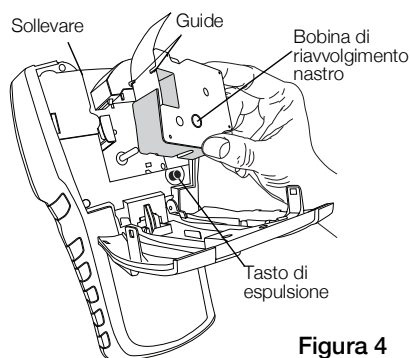

Figura 4
- 2 Premere il tasto di espulsione cartuccia. Vedere la Figura 4. La cartuccia di etichette si solleva dalla stampante.